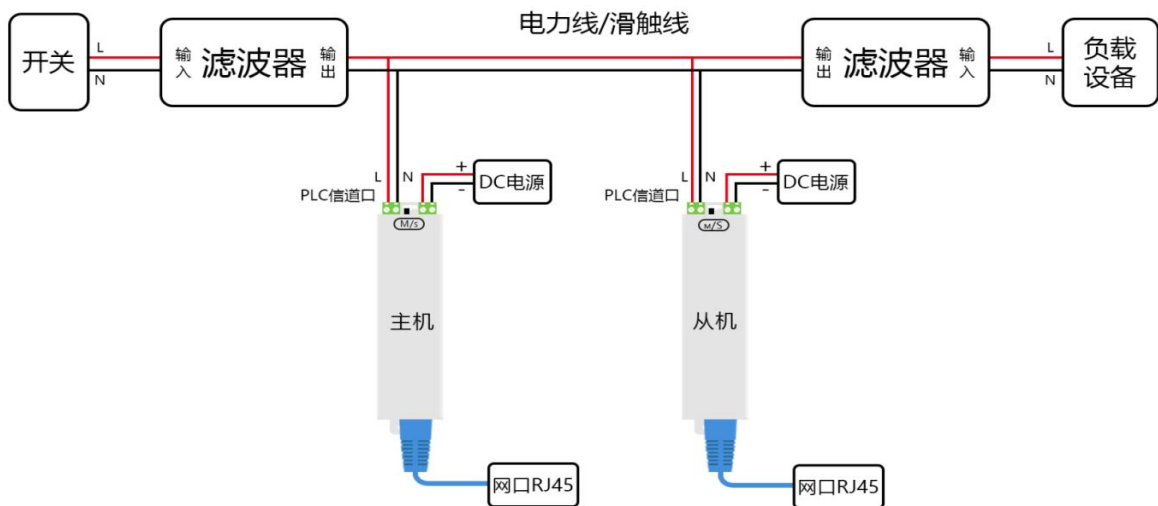

图 1
1.外置隔离滤波器接线方式：KS800N 电源口接 DC12 ~ 48V 电源，区分正负极；PLC 信道口并联到电力线上，无需区分相序或正负极。因电力线带负载，载波器两端需加隔离滤波器。参考接线示意图，如图 1。